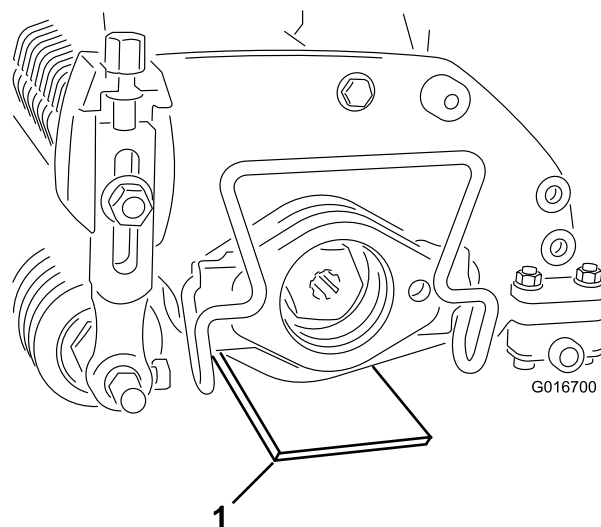

Рисунок 3
2. Поместите измерительную планку, обеспечивающую необходимую высоту ножей над уровнем грунта, с обеих сторон блока-скарификатора (Рисунок 3).